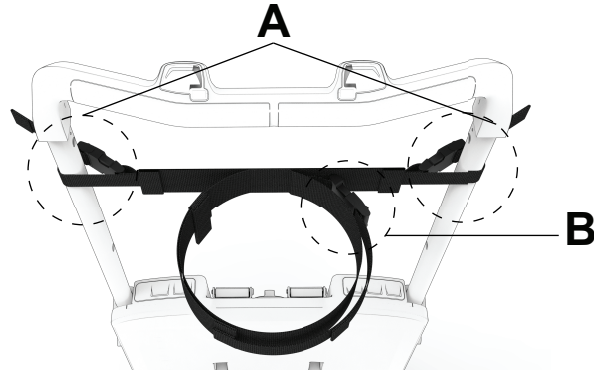

Рисунок 30 – Пристегните боковые разъемные пряжки
1. Оберните ремни вокруг поручня и пристегните боковые разъемные пряжки (А) (Рисунок 30).
5. Оберните ремни вокруг головы пациента и пристегните боковую разъемную пряжку (В) (Рисунок 30).